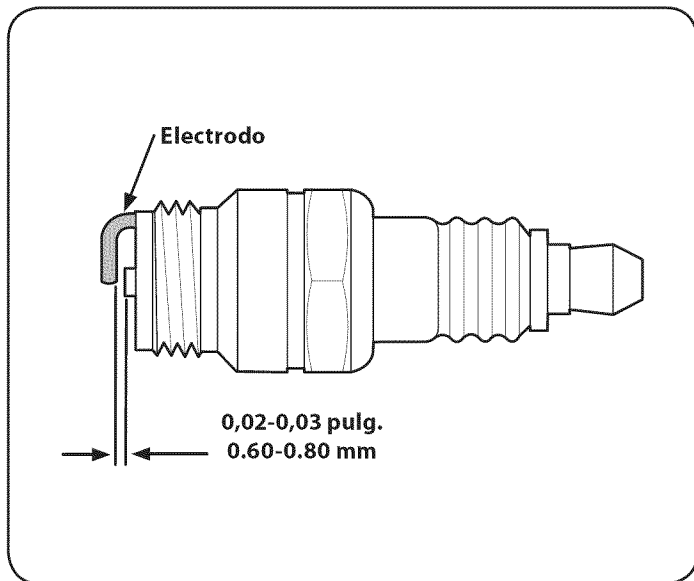

Figura 22
3. Mida la separación de bujía con un calibre. Corrija de ser necesario torciendo el electrodo lateral. Vea la figura 22. La separación debe establecerse en 0,030 pulg.